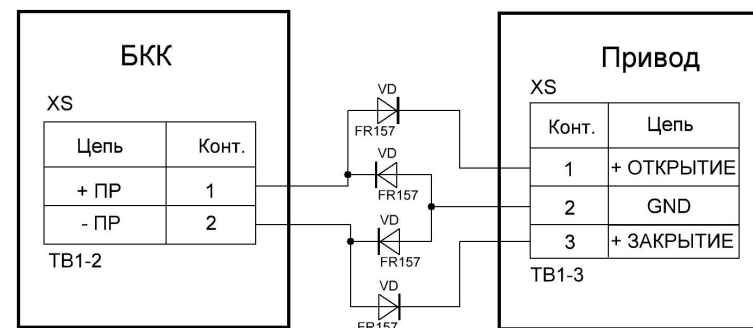

Рисунок 5 – Схема подключения трехпроводного привода к БКК
*Параметры режима:* Привод с номинальным напряжением управления 24 В и током не более 3 А. Время контроля состояния исполнительных элементов по умолчанию: открытие – 25 сек от момента подачи управляющего сигнала, закрытие – 160 секунд. Для инверсного варианта управления – наоборот (открытие 160 сек, закрытие 25 сек). Схема подключения привода к БКК показана на рис.5.